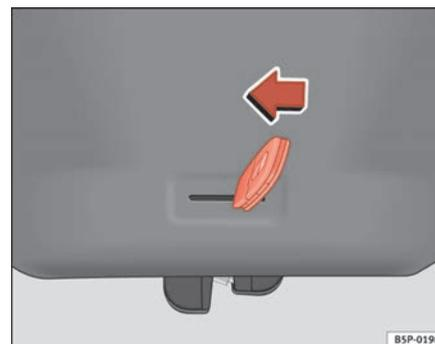

Fig. 67 Portón trasero: apertura de emergencia
- Introduzca el espadín de la llave en la ranura y desbloquee el sistema de cierre, dirigiendo la llave de derecha a izquierda, tal como indica la flecha ⇒ fig. 67. ■